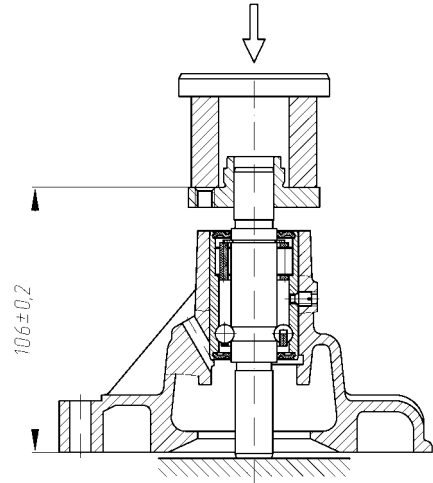

Рис. 137. Напрессовка ступицы шкива водяного насоса
- напрессовать на валик подшипника ступицу шкива насоса, выдержав размер  $(106,0 \pm 0,2)$  мм (рис. 137);